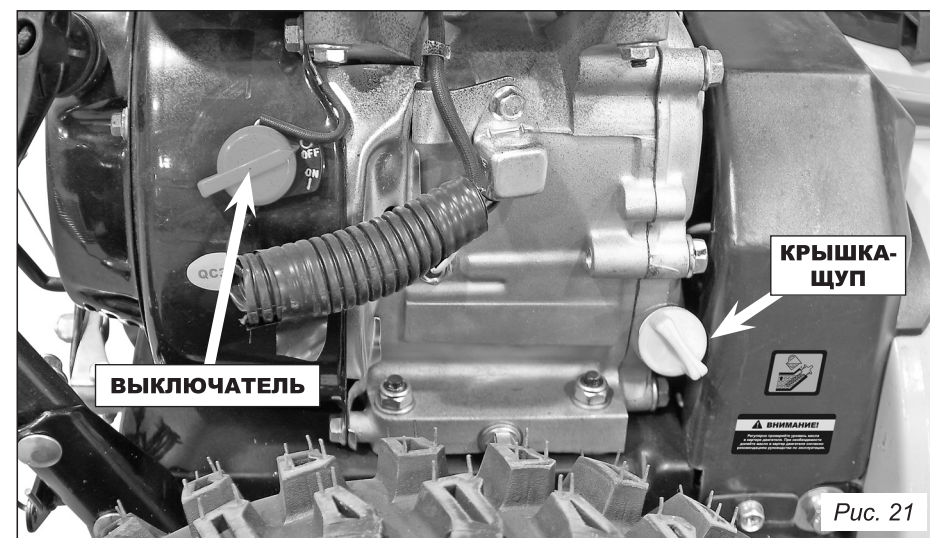

Рис. 21
- Переведите выключатель в положение «OFF» (рис. 21).